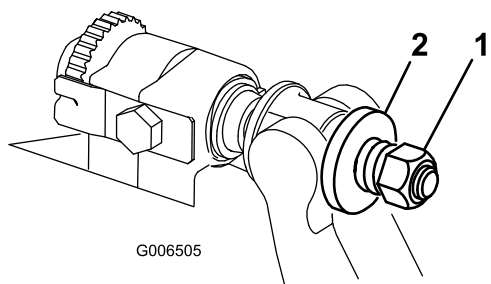

图32
4. 旋紧弹簧加压螺母，直到弹簧完全压缩，然后往回松开 $\frac{1}{2}$ 圈（图32）。